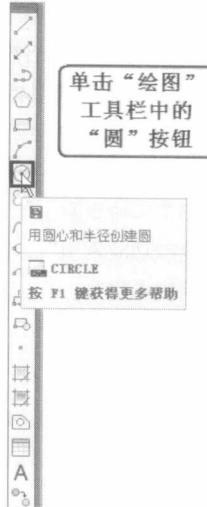

图2
- 通过按钮图标来执行绘图命令：在本书中，凡是出现“单击‘××’工具栏中的‘××’按钮”字样的，均表示要通过单击按钮图标来执行AutoCAD的绘图命令，如图2所示。